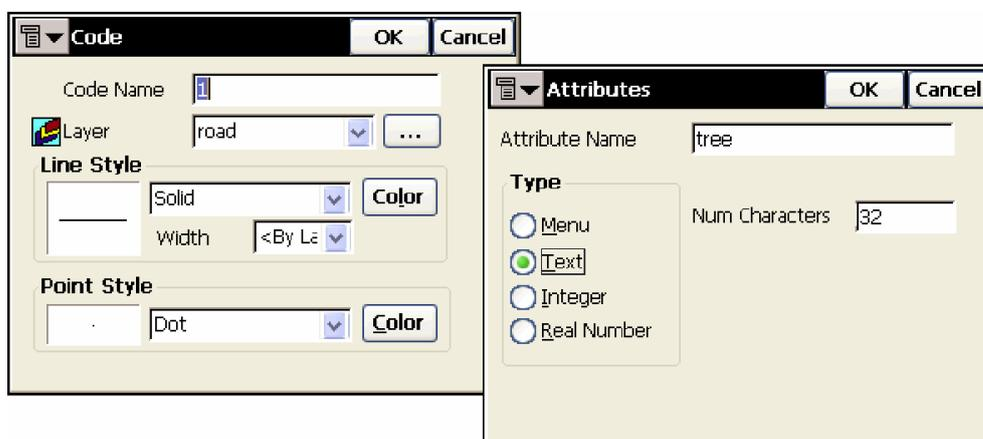

Рисунок 4-21. Редактирование Кодов/Атрибутов
1. Для того чтобы добавить код, нажмите кнопку **Add (Добавить)** в левой части окна. Введите имя кода. Выберите слой, к которому следует добавить код, а также вид, который будут иметь на экране точки и линии с этим кодом (рис. 4-21). Нажмите **OK**.
2. Чтобы задать атрибуты нового кода, выделите код и нажмите кнопку **Add (Добавить)** в правой части окна. В окне **Attributes (Атрибуты)** задайте имя, тип и параметры атрибута кода. Тип атрибута показывает, может ли значение атрибута быть выбрано из списка доступных значений (рис. 4-21) или эти значения представляют собой комбинации букв и чисел, целые или действительные числа. Нажмите **OK**.
3. Для того чтобы редактировать код или атрибут, выделите его в списке и нажмите соответствующую кнопку **Edit (Редактировать)**. В окне **Code (Код)** или **Attribute (Атрибут)** сделайте все необходимые изменения, после чего нажмите **OK** (рис. 4-21 на стр. 4-16).